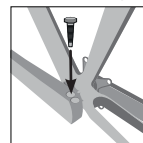

fig. 4
6. Inserire la vite di bloccaggio all'interno della pedivella sinistra (fig. 4). NB: quando il perno è correttamente inserito, la vite si infila senza sforzi.